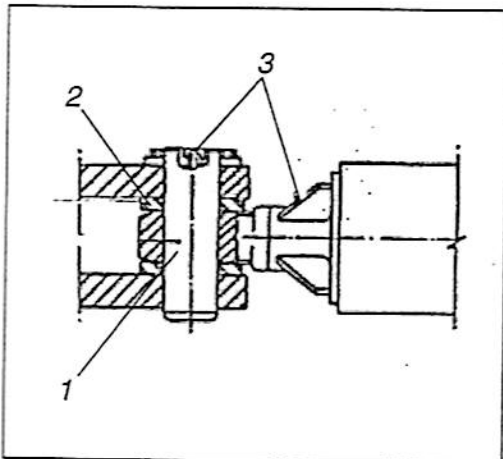

Fig. 2 - Ojales de la lámina
2. Coloque las dos arandelas, una de cada lado (fig. 2) centrándolas con el ojal y introducir el pasador.
3. Centre el pasador (1) y monte las trabas, fijándolas con los dos tornillos.
4. Lubrique los engrasadores (3) con grasa (base de litio).